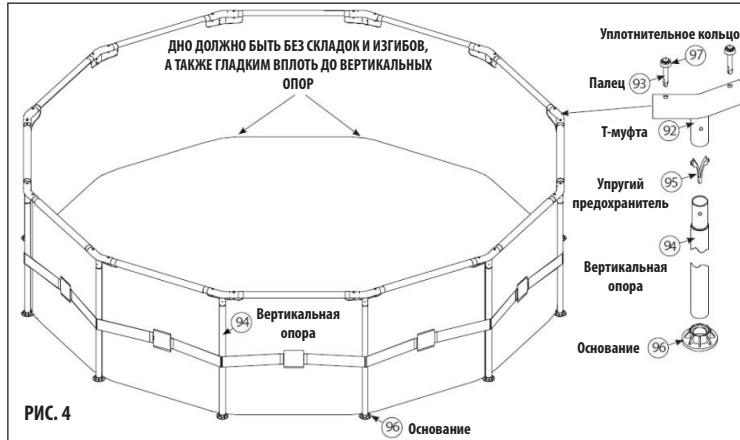

РИС. 4
- (e) Po złożeniu i zabezpieczeniu górnej ramy zamontuj pionowe belki wspierające (94). Na jednym końcu pionowej belki znajduje się fabrycznie zamontowane elastyczne zabezpieczenie – ten koniec powinien znaleźć się w górze w trójkinku. Najpierw przelóż pionową belkę (94) pomiędzy ścianą basenu a pasem znajdującym się w środkowej części ściany (zob. Rys. 4). Górnym koncem belki wsuń do właściwego trójkinki (92), a następnie obróć belkę tak, aby ustaliła pozycję za pomocą elastycznego zabezpieczenia. Na koniec na dolną część belki nałożyć stopkę (96) i docisnąć oba elementy do końca.
- (f) Wykonaj te czynności na całym obwodzie basenu i zamontuj pionowe belki wspierające. Upewnij się, że wszystkie stopki są poprawnie nałożone (96), a połączenia z trójkinkami są zabezpieczone za pomocą elastycznego zabezpieczenia. Następnie chwyci belki za dolne końce i delikatnie odciągnij je ze środka w kierunku na zewnątrz, aby pozostały w pionowej pozycji i utworzyły regularne koło.
- (e) После сборки и фиксации верхней рамы установите вертикальные опоры (94). На одном конце вертикальной опоры предварительно установлен упругий предохранитель – этот конец соединяется вверху с Т-муфтой. Сначала проденьте вертикальную опору (94) между стенкой бассейна и ремнем, расположенным в центральной части стены (см. **рис. 4**). Верхний конец опоры вставьте в соответствующую Т-муфту (92) и поверните эту опору так, чтобы его положение зафиксировалось при помощи упругого предохранителя. И, наконец, на нижний конец опоры установите основание (96), сдавив обе детали до упора.
- (f) Действуйте так по всему периметру бассейна и установите все вертикальные опоры. Убедитесь в правильности установки оснований (96) и фиксации соединений с Т-муфтами при помощи упругих соединений. После этого возьмите опоры за нижние концы и слегка оттяните их по направлению наружу от центра таким образом, чтобы остались вертикальными и образовывали правильный круг.
(e) Una volta costruito e bloccato il telaio superiore, posizionare i sostegni verticali (94). Ad una estremità dei sostegni verticali è preinstallata una sicura flessibile: tale estremità si collega al connettore a T in alto. In primo luogo, inserire il sostegno verticale (94) tra la parete della piscina e la cinghia al centro della parete (vedere **fig. 4**). Inserire l'estremità superiore del sostegno nel connettore a T appropriato (92) e girare il sostegno al fine di bloccare la posizione con la sicura flessibile. Infine, collocare il piedino (96) all'estremità inferiore del sostegno e spingere l'uno all'altra finché non si agganciano.